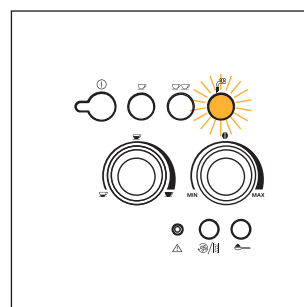

Fig.22
- Anbring en tom beholder under cappuccinoadapteren (fig. 3). Drej dampknappen en halv omgang i retning mod uret så den drejes helt i bund (kontrollampen  begynder at blinke (fig. 22)). Lad vand blandet med damp løbe ud i nogle sekunder indtil der kun kommer damp ud.